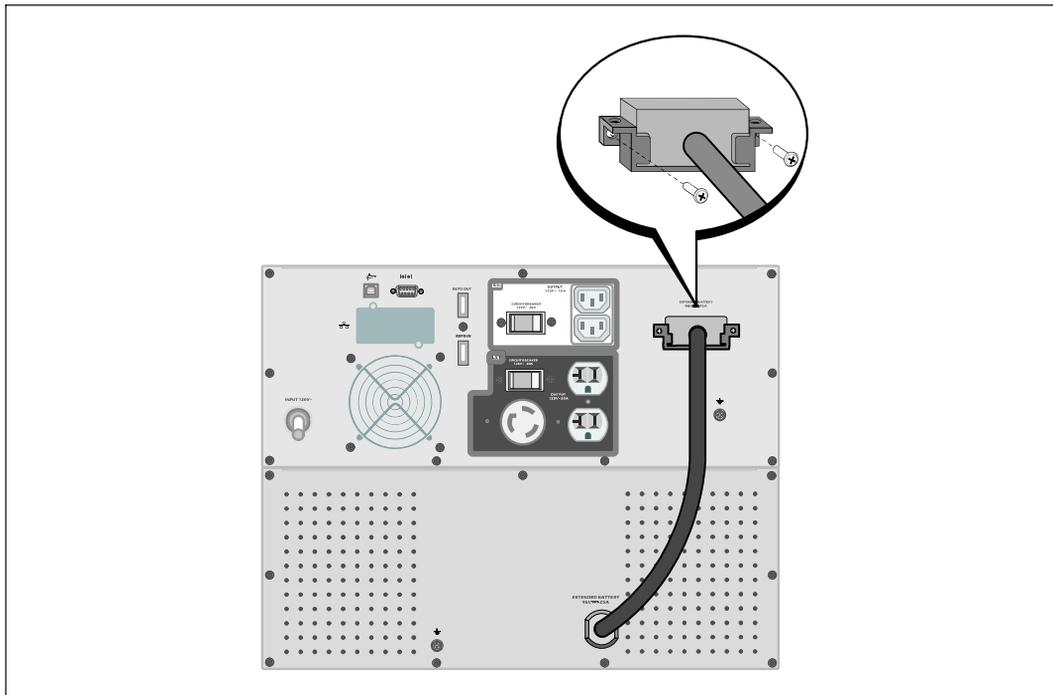

Рис. 17. Установка МВБ
- 3 Подсоедините кабель МВБ к разъему батарей ИБП (см. Рис. 17).